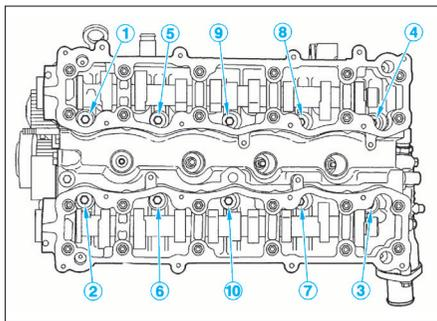

FIG. 34
- les vis de culasse dans l'ordre indiqué (Fig.34).